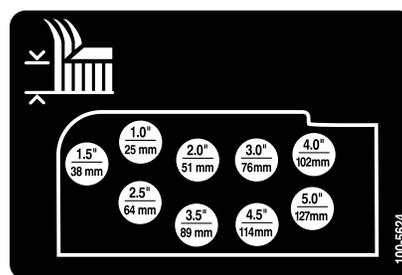

Figura 19
6. Montate le catene dell'altezza di taglio nel foro dell'altezza di taglio desiderata (Figura 19) usando il perno con testa e la coppiglia.